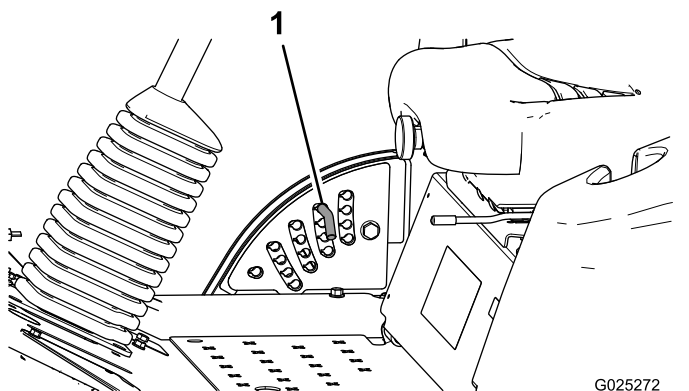

Figura 4
2. Girate la spina di arresto fino a quando la protuberanza sulla medesima non si trova allineata con gli intagli previsti nei fori della staffa dell'altezza di taglio, quindi rimuovetela (Figura 4).
3. Nella staffa dell'altezza di taglio scegliete un foro corrispondente all'altezza di taglio richiesta, inserite la spina e bloccatela per mantenere questa posizione (Figura 4).
Nota: Vi sono 4 file di fori di posizionamento (Figura 4). La fila superiore fornisce l'altezza di taglio elencata sopra la spina. La seconda fila fornisce l'altezza elencata più 6 mm. La terza fila fornisce l'altezza elencata più 12 mm. La fila inferiore fornisce l'altezza elencata più 18 mm. Per la posizione da 127 mm è presente un solo foro, situato nella seconda fila, che non aggiunge 6 mm alla posizione.